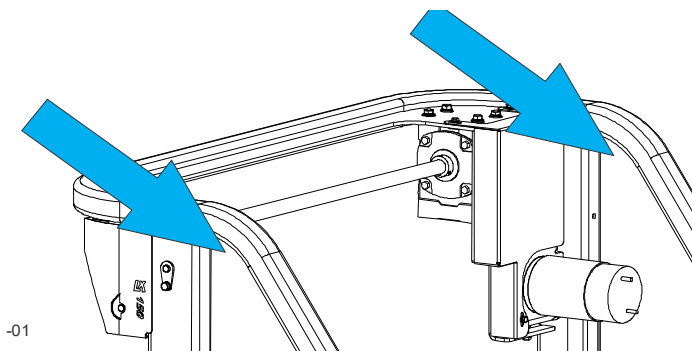

FIG. 3-4
3. Fixez solidement les sangles de levage au sommet du mât, comme montré sur la Figure 3-4.